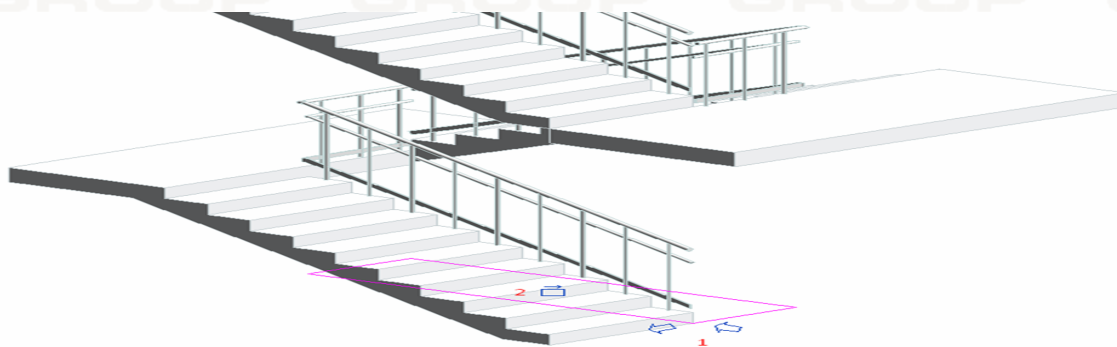

Рисунок 1. Эскиз ограждения
4. Используйте стрелки [1] (см. Рисунок 1) для переключения ориентации эскиза в активном окне, чтобы изменить начальную и конечную точки эскиза ограждения.
5. Если эскиз ограждения образует замкнутый контур, нажмите кнопку «Переместить начало в следующий угол» [2] (см. Рисунок 1), чтобы переместить начальную и конечную точки ограждения. Это может повлиять на размещение ограждения на лестнице.